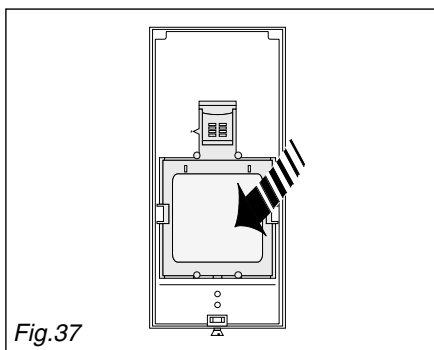

Fig.37
- 4- Remonter le porte-lentille comportant la nouvelle lentille (fig. 37).